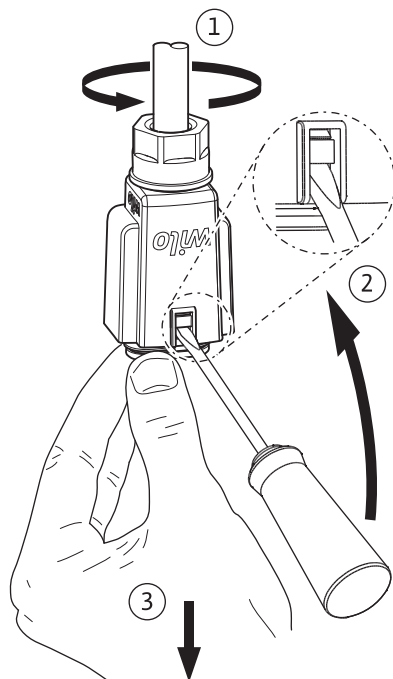

Fig. 6: Wilo-Connector demontieren
- Wilo-Connector von der Pumpe abziehen und mit passendem Schraubendreher demontieren (Fig. 6).